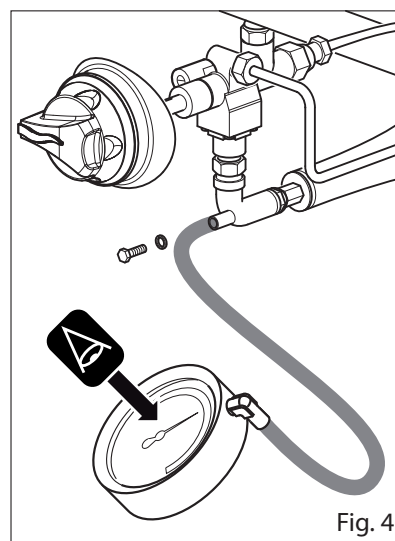

Fig. 4
- Svitare la vite della presa di pressione (Fig. 4);